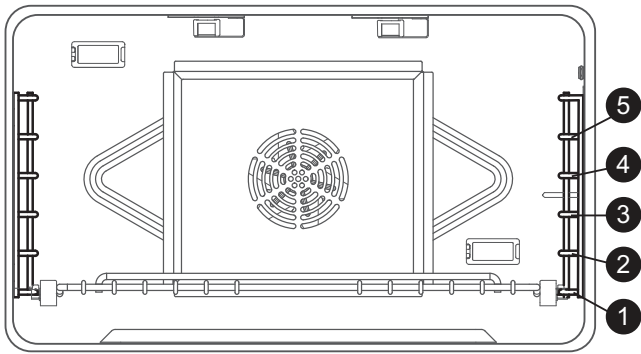

Figura 25: Hornilla principal y posiciones de las rejillas
- Las posiciones de las rejillas en la hornilla están numeradas como un elevador. La posición número uno es la más baja (*Figura 25*).